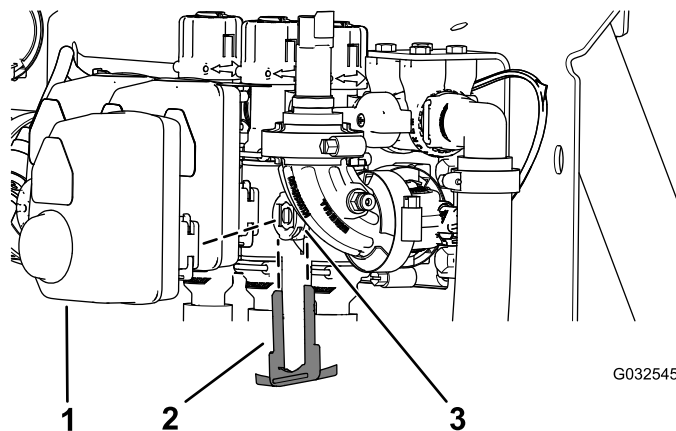

Figure 103
2. Retirez l'étrier qui fixe l'actionneur à la valve du collecteur pour la vanne de section ou la vanne d'agitation (Figure 103).